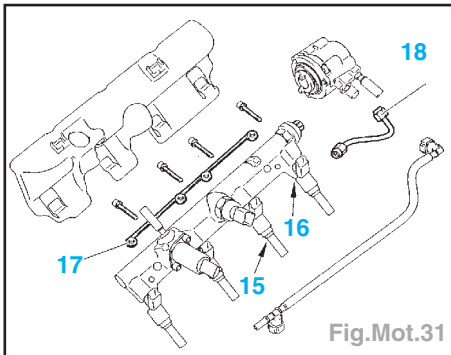

Fig.Mot.31
Important : Remplacer les joints (15 et 16), les agrafes (13) et le tuyau (18) (Fig.Mot.31).
- la rampe et sa cale (17)